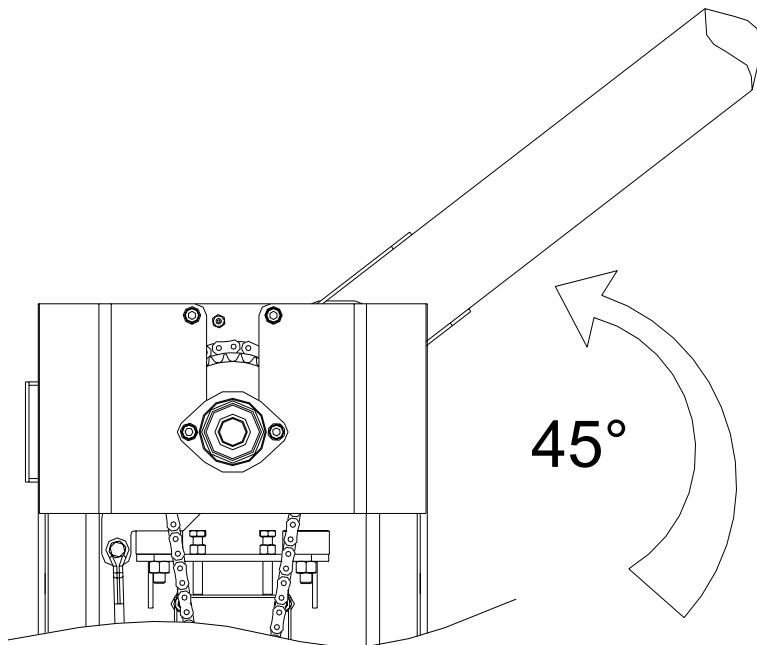

Fig. 10
- Équilibrer la barre regulant le tirant rayé, la barre doit être en équilibre en position de demi course (45°) (Fig. 10).
- Vérifier l'équilibre de la barre (si nécessaire équilibrer de nouveau la barre régulant le tirant rayé (voir Fig. 10)).